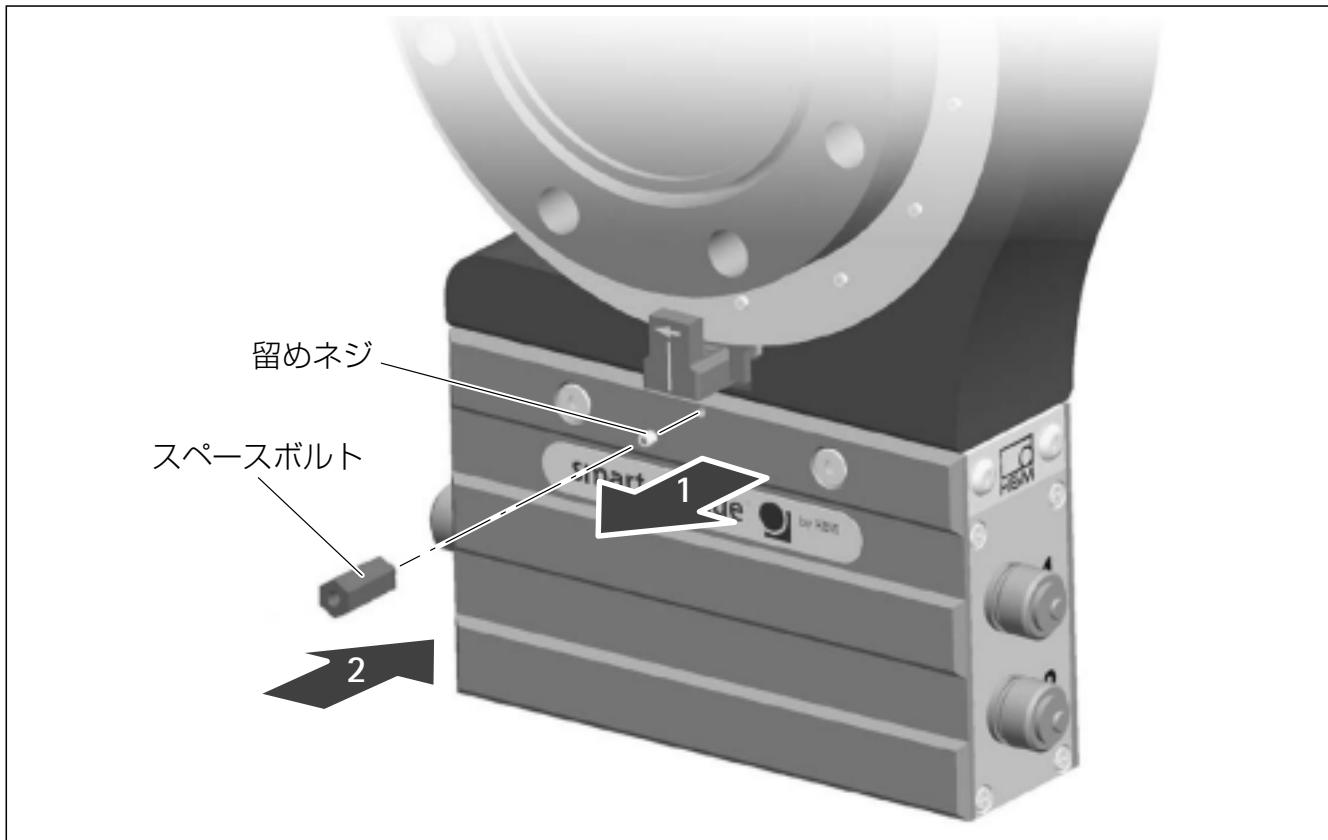

図6.6：スペースボルト締結（5kN·mと10kN·mのみ）
3. 5kN·m、10kN·mの定格のトルク計のみ：ステータの両サイドにあるタップが切られた穴からネジを取り除いてください。スピードセンサー側のタップが切られた穴にスペースボルトをねじこんでください。(図6.6参照)